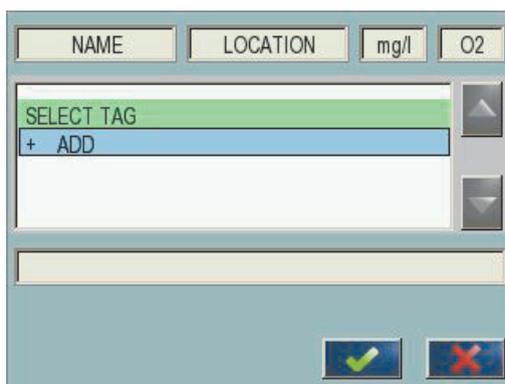

Figura 49 Menu principale dell'editor di formula
2. Viene visualizzato il menu principale dell'editor di formula (Figura 49). Premere sui campi di testo per modificare il nome, la posizione, l'unità e la formula.